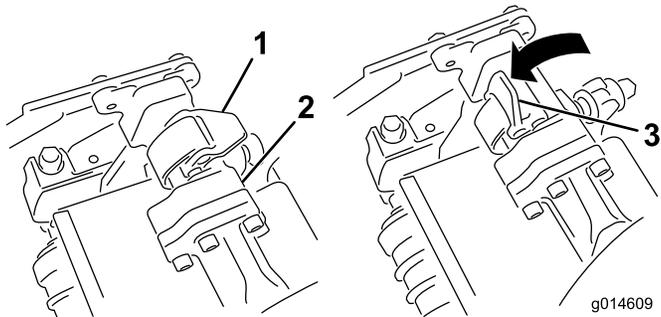
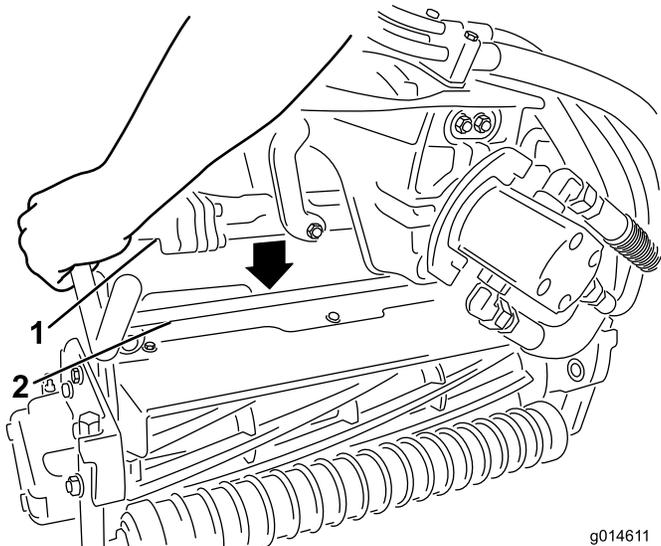

図 12
図 13
5. サスペンション・アームのバーについているラッチを上向き（開いた状態）にして（図 12）、サスペンション・アームを押し下げて、バーを、カッティングユニットのバーの上に被せるようにする（図 13）。
6. ラッチを下げると閉じるとカッティングユニットのバーがロックされてユニットがアームにセットされる（図 12）。